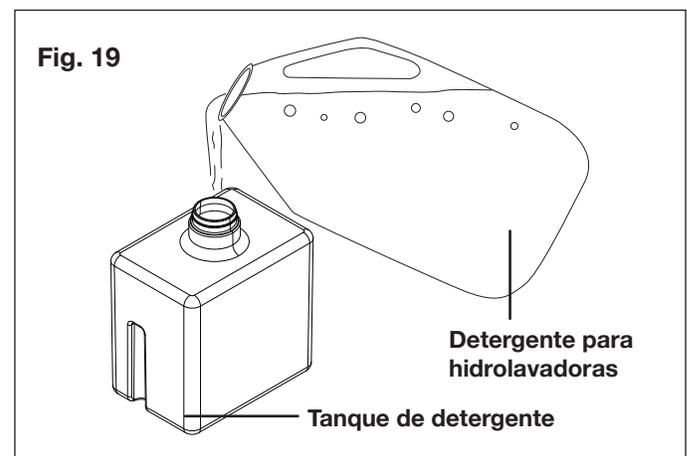

Fig. 19
3. Llene el tanque con el detergente formulado específicamente para su uso con hidrolavadoras (Fig. 19).